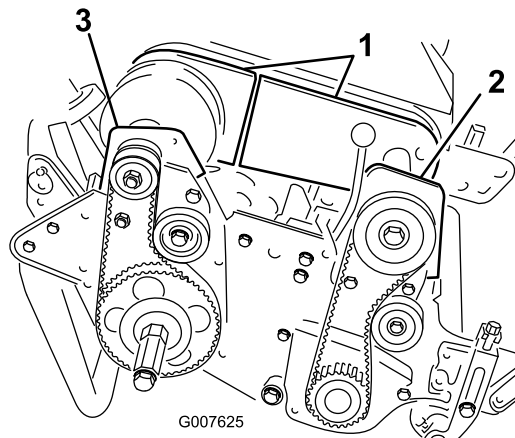

图48
4. 拧下将差速器罩的前后部分固定到差速器壳体的螺栓将差速器罩滑开露出皮带 图48。
6. 卸下将前离合器壳体固定到侧板上的 2 个螺栓和 2 锁紧螺母 图48。
8. 卸下将右后轴承座固定到侧板上的 2 个螺栓和锁紧螺母 图48。